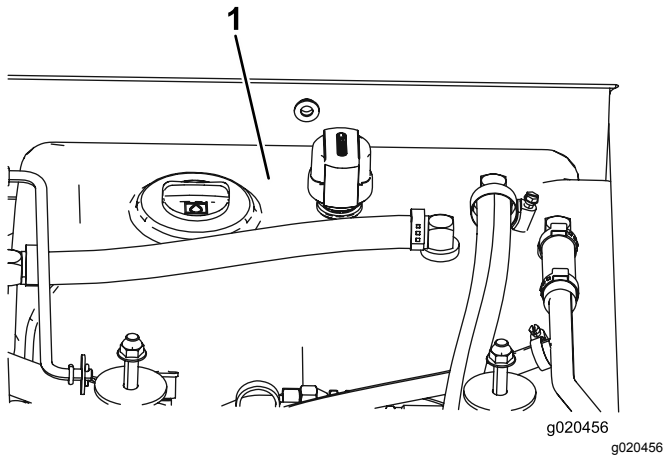

Figura 78
4. Llene el depósito (Figura 78) con fluido hidráulico; consulte Comprobación del fluido hidráulico (página 64).